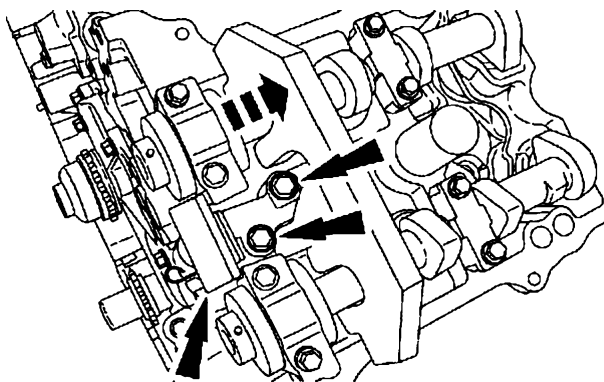

图 15-24 安装左侧次级正时链条张紧器和 2 个螺栓
7) 安装左侧次级正时链条张紧器和 2 个螺栓, 如图 15-24 所示。将螺栓紧固至 $10\text{N} \cdot \text{m}$ 。